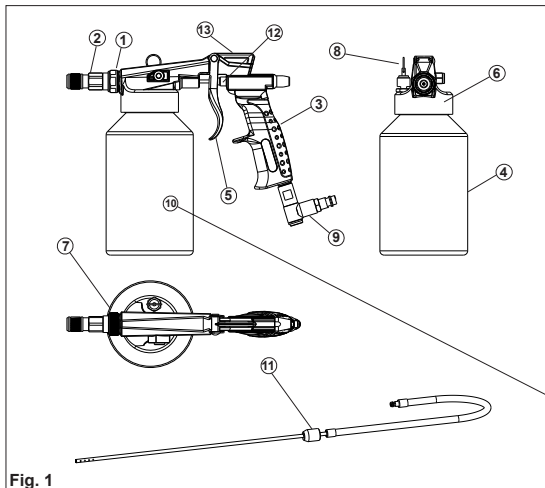

Fig. 1
- 12.2.1 Lubrificare periodicamente la valvola aria (Fig.1 Nr. 12) (sempre al termine di un lavoro di pulizia) con un lubrificante adatto (per esempio, TUNAP Services Spray MF 900).